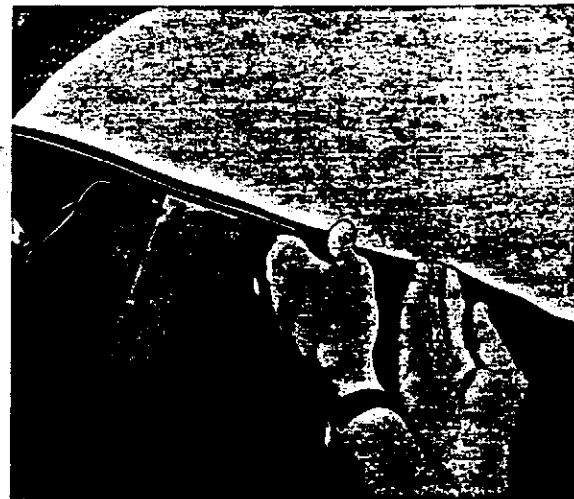

Abb. 74 Kunststoffleiste wird umbogen und eingebaut
7. Kunststoffkante umbiegen und oberhalb der Windschutzscheibe anbringen, siehe Abb. 74.